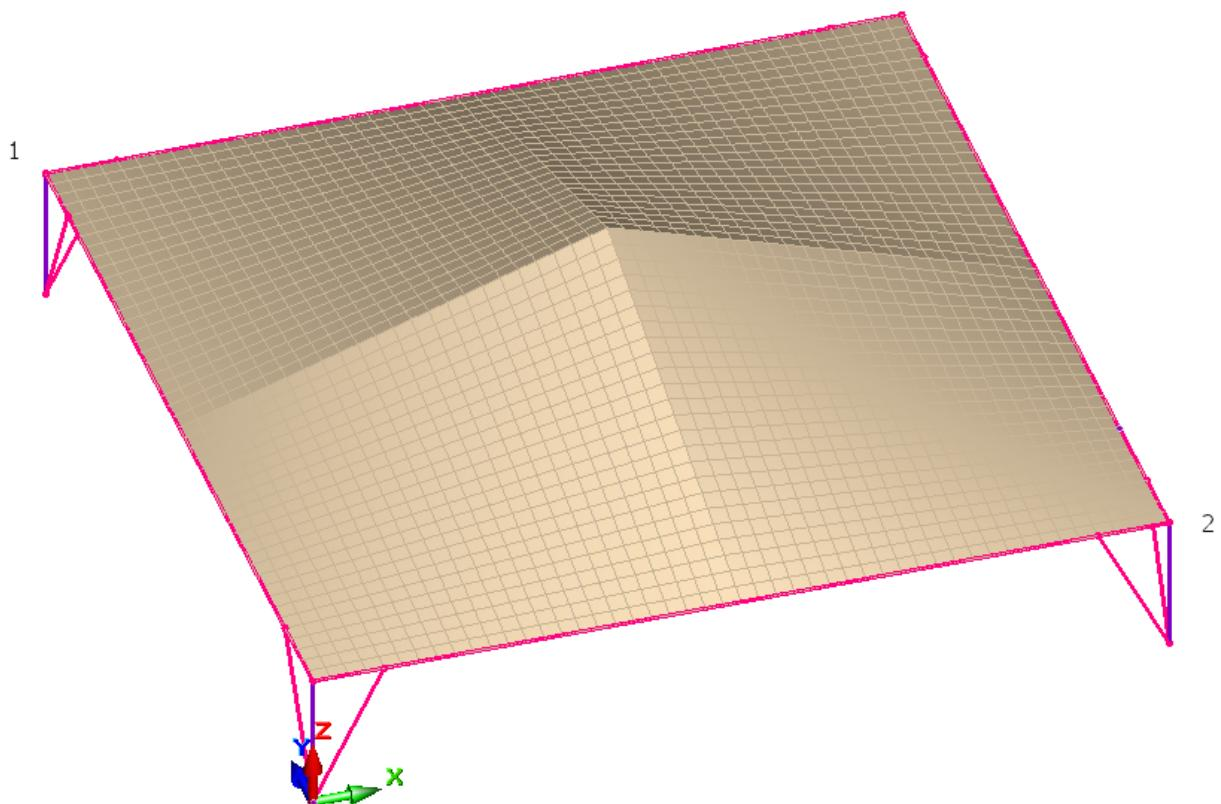

Рис.3.7 Расположение наружных горизонтальных контурных элементов в модели (красным цветом).
- Произведите построение наружных контурных элементов – горизонтальных балок. Для этого укажите две точки по диагонали: 1 и 2 (рис.3.7).